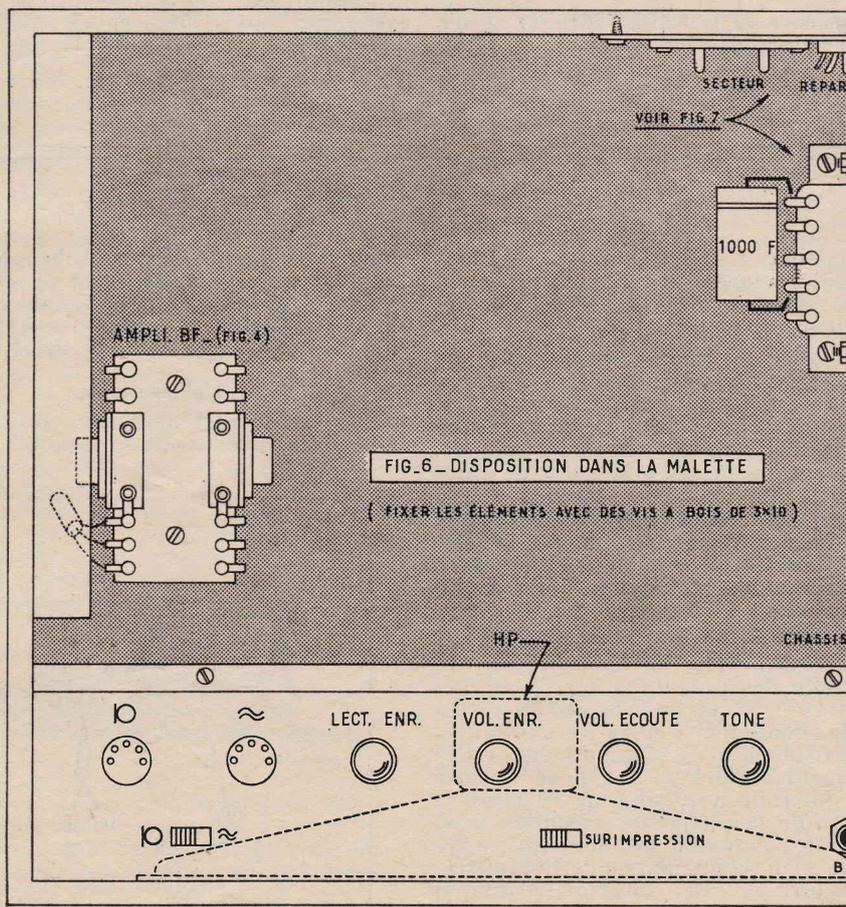

FIG. 6. DISPOSITION DANS LA MALETTE
montre la figure 6. On fixe l'ampli BF sur le fond de cette mallette et on établit les liaisons avec : le potentiomètre de volume « Lecture », le potentiomètre de tonalité (K), la prise HPS (R et S).
tent à l'intérieur de la mallette comme montrent les figures 6 et 7. Le câblage effectuel est celui de la figure 7. Vous n'oubliez pas que les diodes 1WE2 et le condensateur de 1 000 μ F sont soudés sur le transformateur. On établit les liaisons entre le primaire, la prise secteur, le répartiteur et l'interrupteur du potentiomètre de tonalité puis celles avec le relais du châssis principal et avec l'ampli BF.
Dans le voltmètre électronique le principe est simple que l'on puisse concevoir, les tensions à mesurer seront appliquées à la grille de commande (fig. 6) et on opérera la modification consécutive du courant anodique sur l'instrument de mesure inséré dans la plaque : la lecture sera en principe, grâce à la transposition de la notion de pente, (variation du courant de plaque, en fonction des variations de tension de la grille de commande, fig. 6).
Ce simple énoncé entraîne deux conséquences essentielles qui font abandonner de tels montages sous une forme aussi simple. Les possibilités de lecture sont celles du recul de grille de la triode employée (fig. 7) et toute tension positive le dépasserait entraînerait l'apparition d'un courant-grille ; s'il en découle, nous le comprenons et le savons, nous n'avons pas moins une chute de tension qui fausse toute lecture, cette chute serait d'autant plus désastreuse que la résistance de la grille qui se place dans sa totale parallèle (fig. 6-b) sur les électrodes